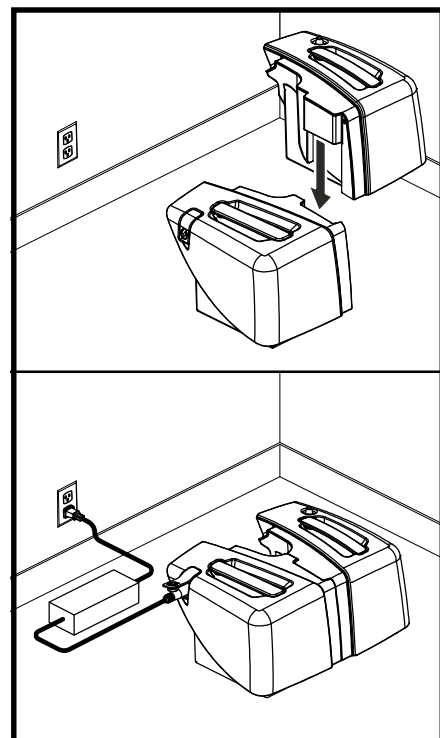

Figura 19. Carica della batteria (Modelli 66 e 67)
*NOTA: I modelli 66 e 67, entrambi i contenitori delle batterie possono essere rimossi dallo scooter e quindi collegati insieme per una facile ricarica. Vedere la Figura 19.*